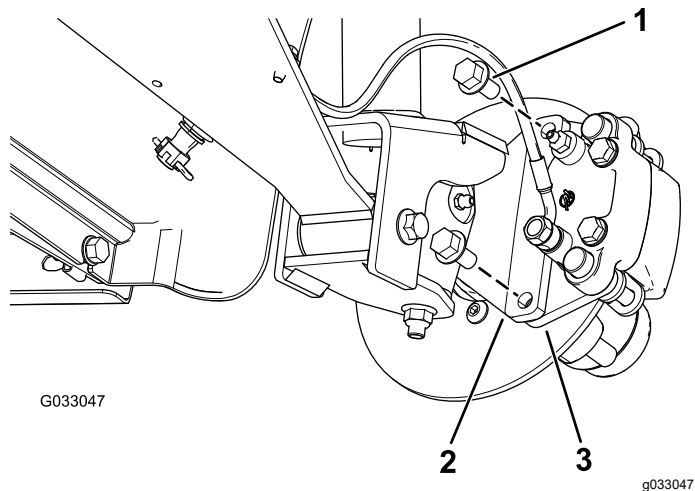
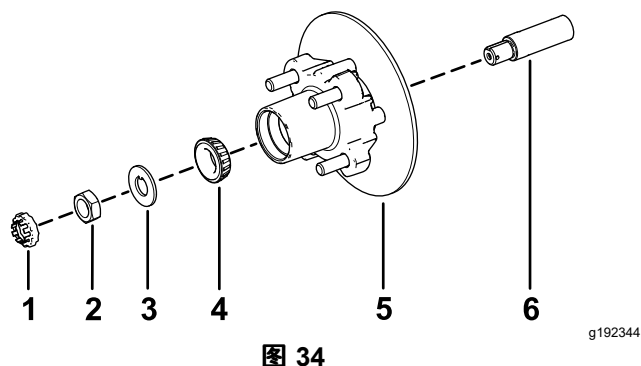

图 30
图 34
3. 卸下将制动器总成支架固定到主轴的凸缘头螺栓 $\frac{3}{8} \times \frac{3}{4}$ 英寸将制动器与主轴分开 图 30。
1. 在主轴上涂上薄薄一层指定润滑脂图 34。
2. 将轮毂和转子组装到带内转子的主轴上图 34。
3. 将外置轴承组装到主轴上并将轴承放置到外置座圈内图 34。
4. 将止动垫圈组装到主轴上图 34。
5. 将主轴螺母拧到主轴上上紧螺母扭矩至 15N·m 同时旋转轮毂将轴承调整到位图 34。
2. 将刹车踏板与转子的任意一侧对齐 图 30 将制动盘托盘中的孔与主轴机架的制动器安装架中的孔对齐 图 34。
3. 用 2 个凸缘头螺栓 $\frac{3}{8} \times \frac{3}{4}$ 英寸将卡钳支架固定到主轴机架上 图 30。